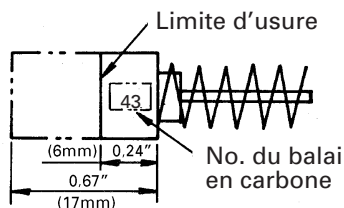

Fig. 17
2. Inspection des balais en carbone (Fig. 17)
**REMARQUE:** Utiliser le balai en carbone HITACHI No. 43 indiqué sur la figure 17.